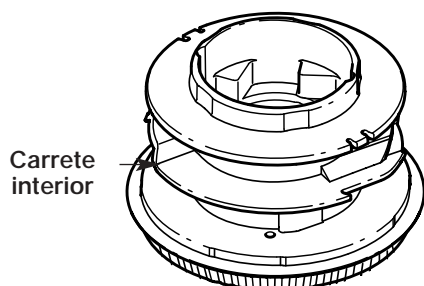

Fig. 50
4. Saque toda la línea que haya en el carrete interior antes de limpiarlo. Saque todos los residuos o pasto de la perilla, resorte, carrete interno y sello de espuma. Lave el carrete interior con agua jabonosa tibia (Fig. 50).